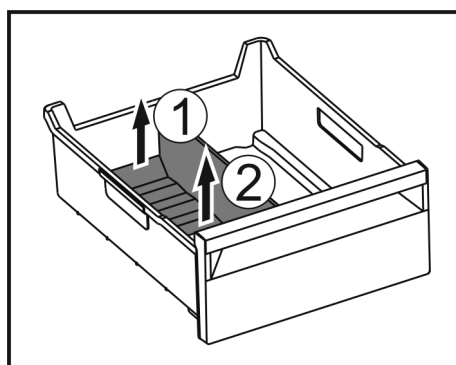

Fig. 231
- Sollevare la parte posteriore del divisore dello scomparto del ghiaccio. Fig. 231 (1)
- Rimuovere il divisore dello scomparto del ghiaccio verso l'alto. Fig. 231 (2)